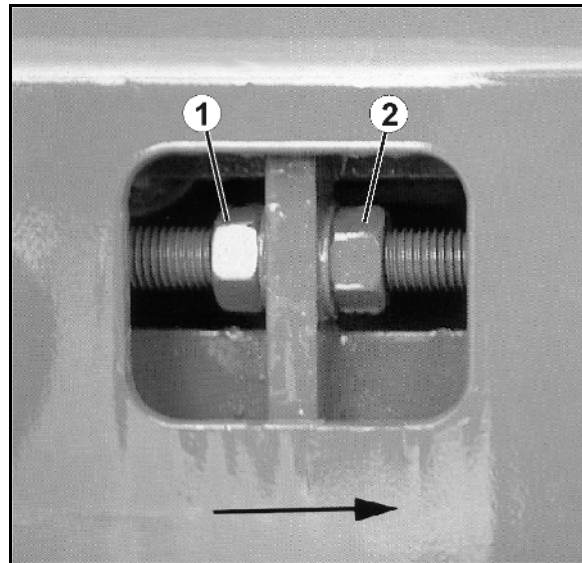

Рис. 71
1. Ослабьте задние контргайки (Рис. 71/1), в направлении движения (см. стрелку) с обеих сторон вращением влево.
2. Равномерно поворачивайте гайки (Рис. 71/2) в направлении движения (см. стрелку) с обеих сторон влево.
Регулировочный ход гаек (Рис. 71/2) должен быть одинаковым с обеих сторон основания ленточного транспортёра. Заворачивайте обе гайки (Рис. 71/2) не более чем на $\frac{1}{2}$ оборота ключа. Затяните контргайки и проверьте, равномерен ли ход ленты транспортёра.